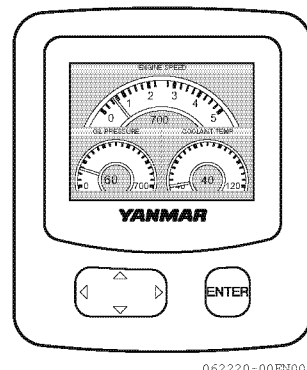

Figura 4
- Quando o motor arranca, o ecrã do VC10 mostrará o ecrã com condições do motor (**Figura 4**).